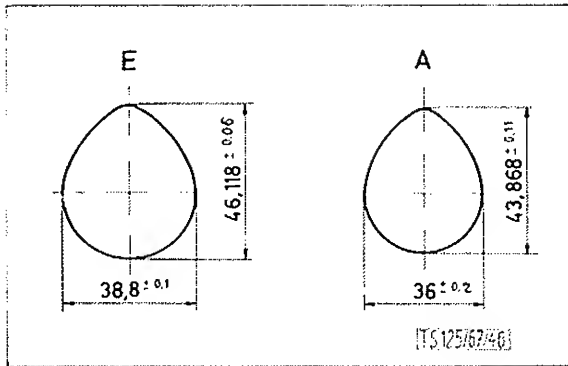

BILD 62: Nockenwellenmaße
2. Die Nocken messen und mit den Maßen auf Bild 62 vergleichen, bei zu stark abgenutzten Nocken muß die Nockenwelle ersetzt werden.